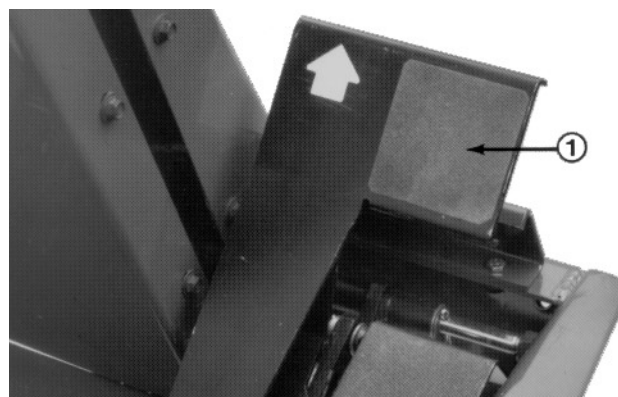

Fig. 11
**Fremdriftspedal** (fig. 11)—Fremdriftspedalen har to funksjoner: den får klipperen til å kjøre fremover og bakover. Ved hjelp av hælen og tåen på høyre fot trykkes øverste del av pedalen inn for å bevege klipperen fremover og nederste del av pedalen for å bevege klipperen bakover. Hastigheten avhenger av hvor mye du trykker pedalen inn. For størst mulig hastighet må pedalen være helt innetrykket mens gasspådraget står i stilling HURTIG. Maks. hastighet fremover er 16 km/t. For å få maks. effektivitet under tunge arbeidsøkter eller når du kjører opp en skråning, må gasspådraget stå i HURTIG-stilling samtidig som fremdriftspedalen trykkes litt inn for å holde motorens turtall høyt. Når motorens turtall begynner å falle, frigjøres fremdriftspedalen litt til turtallet begynner å øke.